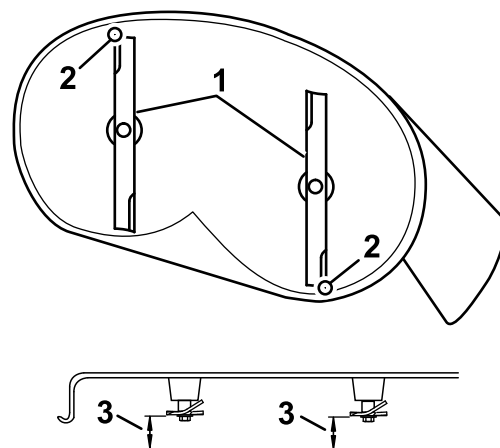

Figura 60
4. Gire cuidadosamente las cuchillas colocándolas en el sentido de avance de la máquina (Figura 60).
5. Mida entre la punta de la cuchilla delantera y la superficie plana y entre la punta de la cuchilla trasera y la superficie plana (Figura 60).